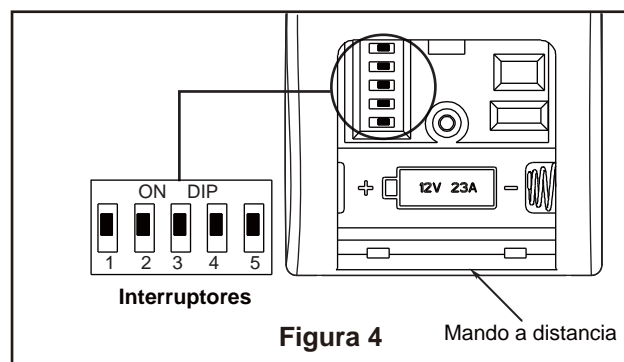

Figura 4
3. Una vez realizadas las conexiones, gire los conductores hacia arriba y, con cuidado, colóquelos dentro de la caja de salida; con los conductores blancos y verdes hacia un lado y los conductores negros hacia el otro. (Figura 4)
4. Fije firmemente el conector de 9 pasadores de la unidad del motor al enchufe del mazo de cables dentro de la ensamblaje de la placa de iluminación. (Figura 4)
4. Para configurar el código del mando a distancia, mueva los interruptores de código hasta colocar el código de selección en la posición arriba o abajo. Con un destornillador pequeño o con una lapicera (no se incluye) deslice firmemente hacia arriba o hacia abajo. (Figura 4)